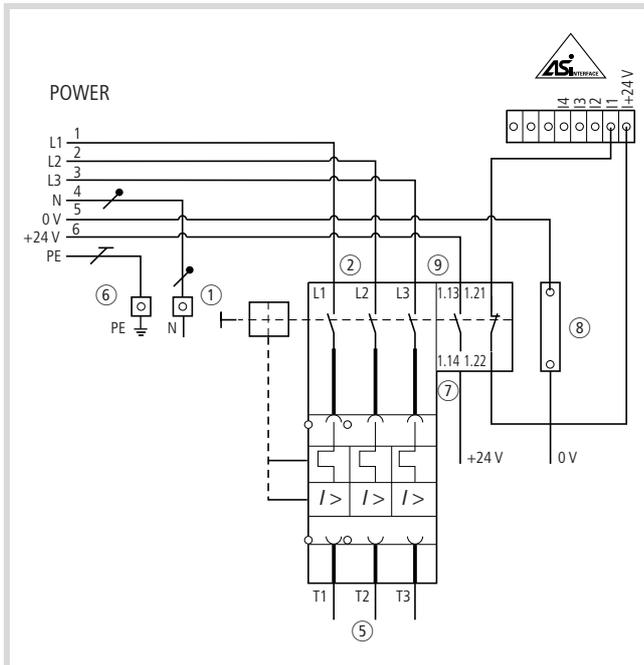

Abbildung 38: Verdrahtung Disconnect Control Unit (Legendenpunkte siehe Abbildung 37)
- ▶ Führen Sie die Rundleitung $7 \times 2,5$ oder $7 \times 4 \text{ mm}^2$ (T1, T2, T3, N, PE, 24 V, 0 V) zum Energiebus ein, konfektionieren Sie diese vor und schließen Sie sie entsprechend Abbildung 38 an.
- ▶ Führen Sie die Rundleitung(en) $5 \times 2,5/4/6 \text{ mm}^2$ (L1, L2, L3, N, PE) sowie $2 \times 2,5/4/6 \text{ mm}^2$ (24 V, 0 V) oder alternativ $7 \times 2,5/4 \text{ mm}^2$ (L1, L2, L3, N, PE, 24 V, 0 V) zum Energiebus ein, konfektionieren Sie diese vor und schließen Sie sie entsprechend Abbildung 38 an.